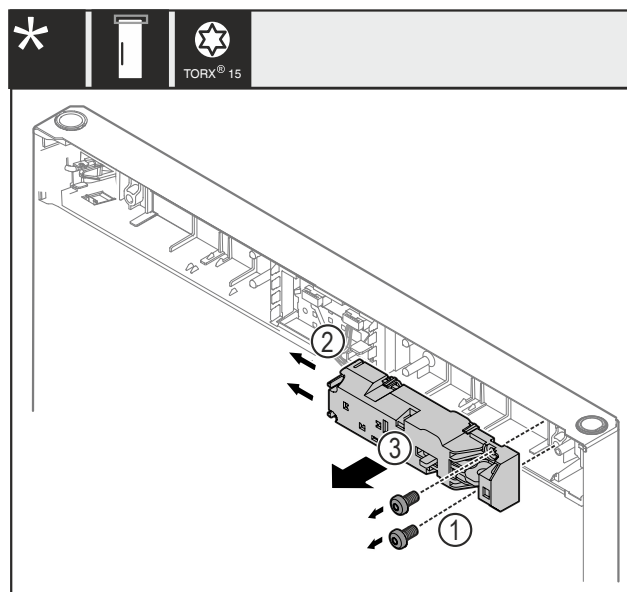

Fig. 24
- Hiqni vidat Fig. 24 (1).
- Shtyni anash majat e kapjes Fig. 24 (2) dhe hiqni bravën me veprim distanca Fig. 24 (3).